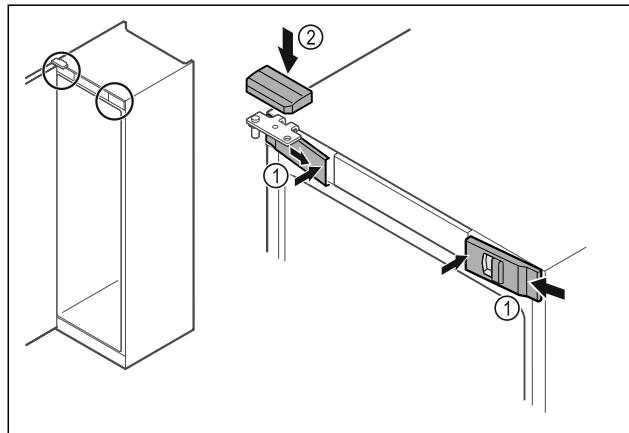

Fig. 44
- Zaháknite predné kryty Fig. 44 (1) naboku a zaistite ich vnútri.
- Zaistite horný kryt Fig. 44 (2) zhora.